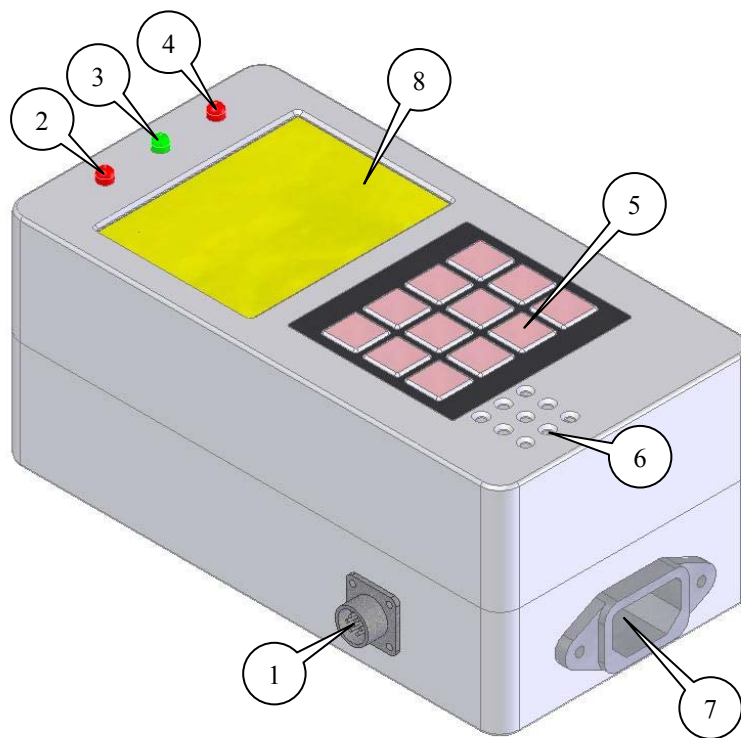
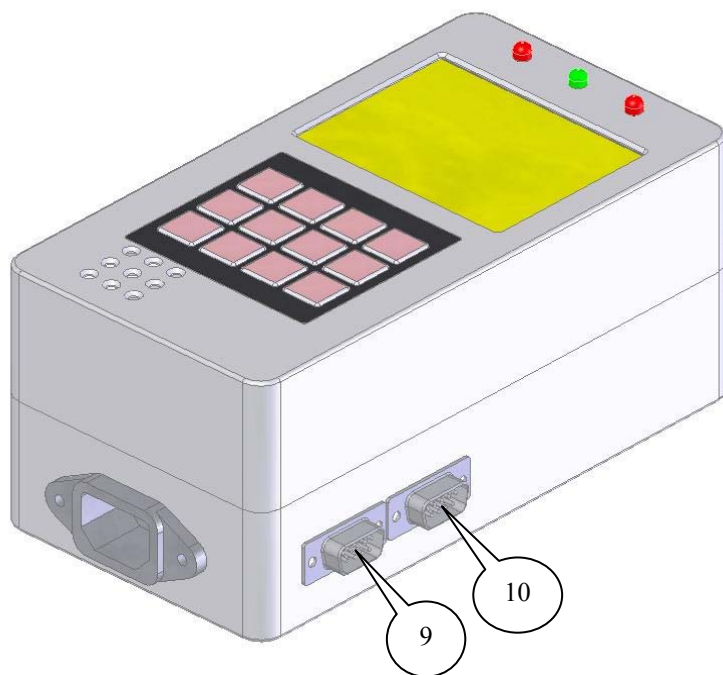

Рис. 1: Блок индикации: вид слева
Рис. 2: Блок индикации: вид справа
3.1. На рис.1 и рис.2 представлен блок индикации, в функции которого входят отображение, накопление, анализ, хранение и просмотр в графическом и цифровом режиме значений диаметров, выдача управляющих сигналов. Ввод информации с двух оптических микрометров производится с помощью разъёмов 9 (датчик D1) и 10 (датчик D2). Для отображения информации используется жидкокристаллический дисплей с сенсорным экраном 8, с помощью которого возможно управление программным обеспечением (ПО). Для альтернативного управления ПО используется матричная клавиатура 5, основная функция которой - ввод числовых значений. Для извещения о выходе диаметра за допуски предусмотрены световая и звуковая сигнализация, работающая только в режиме измерения. Световая сигнализация представляет собой набор из двух красных и одного зелёного светодиодов. При заданных допусках о выходе за нижнюю границу свидетельствует светящийся светодиод 2, за верхнюю границу – светодиод 4, если же диаметр находится в пределах допуска, горит зелёный светодиод 3. Выработка световых сигналов производится на основе анализа диаметра, рассчитанного за время усреднения, т.е. анализ диаметра профиля производится только по прошествии времени усреднения и повторяется с периодом, равным времени усреднения.
Для индикации контроля допуска используется световая индикация в виде двух красных и одного зелёного светодиодов (рис. 1). Так же для информирования об ошибке используется звуковой сигнал. Звуковой сигнал подается один раз при выходе за допуски и может быть отключен в настройках.
- Все цифровые целые значения можно ввести с помощью цифровой клавиатуры (рис. 1). Для переключения функционала клавиатуры с цифр на управление достаточно нажать клавишу SHIFT и обратно, соответственно.